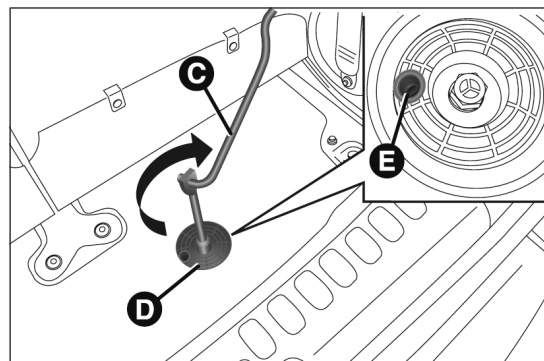

fig. 39
- insérer la clé C fig. 39 sur le dispositif D et la tourner dans le sens des aiguilles d'une montre de sorte à visser le boulon de blocage du support de la roue compacte de secours. Le dispositif est